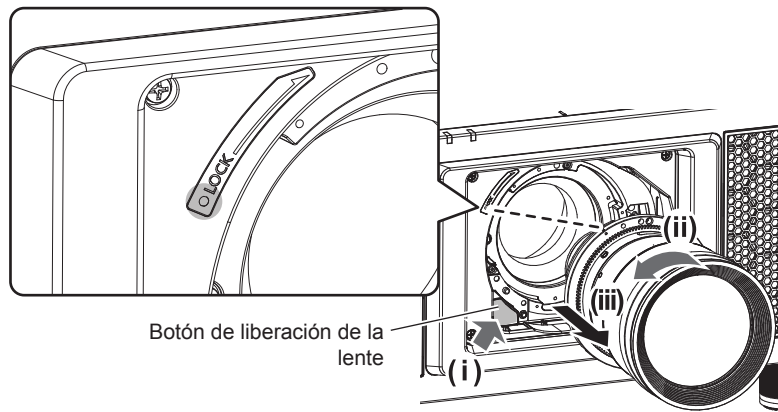

Figura 1
2) Retire la lente de proyección girándola hacia la izquierda mientras que pulsa el botón de liberación de la lente. (Figura 1)